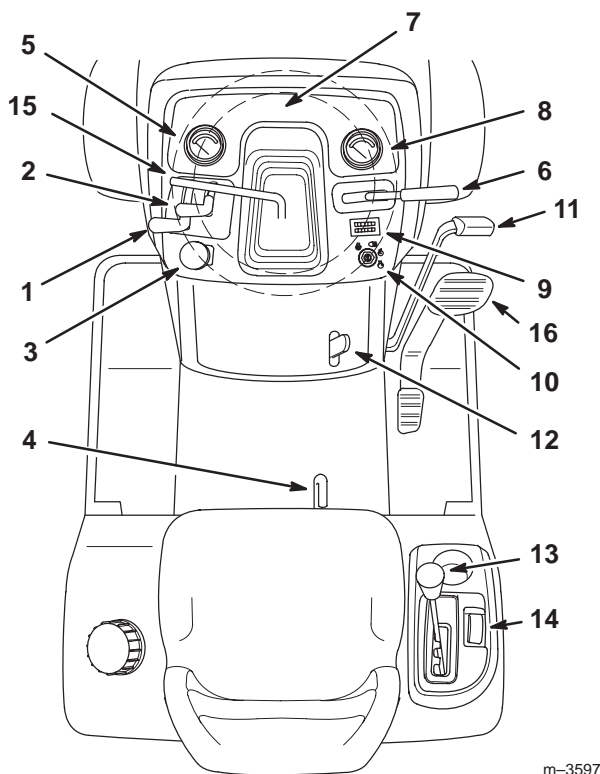

Figure 12
Avant de mettre le moteur en marche et d'utiliser la machine, familiarisez-vous avec toutes les commandes (Fig. 12).
1. Appuyez sur la pédale de frein (Fig. 12) et maintenez-la enfoncée.
2. Relevez le levier de frein de stationnement (Fig. 12) et relâchez progressivement la pédale de frein. La pédale ne doit pas remonter.
1. Enfoncez la pédale de frein (Fig. 12).